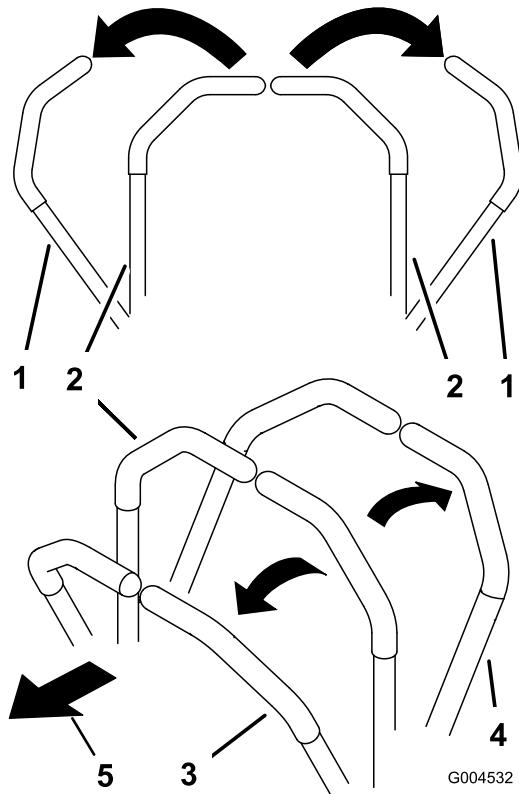

Figure 24
- Pour vous déplacer en ligne droite en marche avant, poussez lentement les leviers de commande de déplacement vers l'avant (Figure 24).
- Pour vous déplacer en ligne droite en marche arrière, tirez doucement les leviers en arrière (Figure 24).
- Pour tourner, ralentissez la machine en tirant les deux leviers en arrière puis poussez en avant le levier du côté opposé à celui que vous voulez prendre (Figure 24).